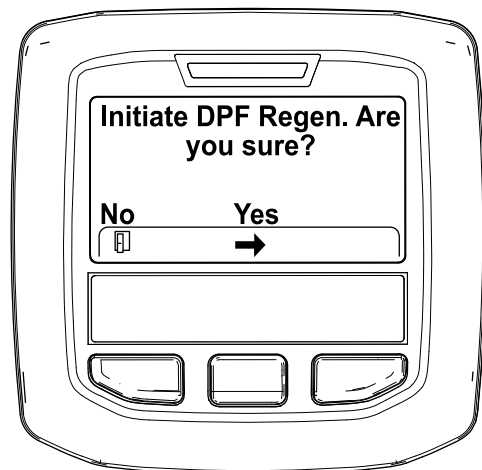

Bild 33
4. Wenn die Meldung „Initiate DPF Regen. Are you sure?“ Angezeigt wird, drücken Sie die mittlere Taste (Bild 33).